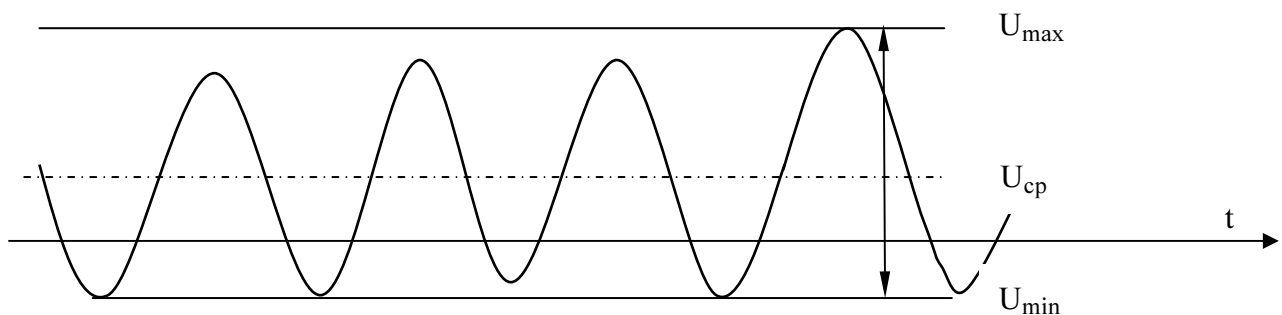

Рисунок 4.3.11 Параметры пульсации напряжения
- размах пульсации напряжения – величина, равная разности между наибольшим и наименьшим значениями пульсирующего напряжения за заданный интервал времени,  $U_{\max} - U_{\min}$  (см. рис. 4.3.11);
- значение постоянной составляющей,  $U_{\text{ср}}$  (см. рис. 4.3.11);